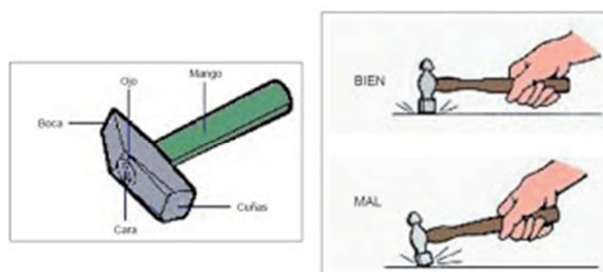

Figura 11. Componentes del martillo y su manejo (Fuente Universidad de Atacama)
El martillo es una herramienta de mano, diseñada para golpear; básicamente consta de una cabeza pesada y de un mango que sirve para dirigir el movimiento de aquélla. La parte superior de la cabeza se llama boca, y puede tener formas diferentes. La parte inferior se llama cara, y sirve para dar el golpe (Figura 11).
4. Procurar golpear sobre la superficie de impacto con toda la cara del martillo (Figura 11).